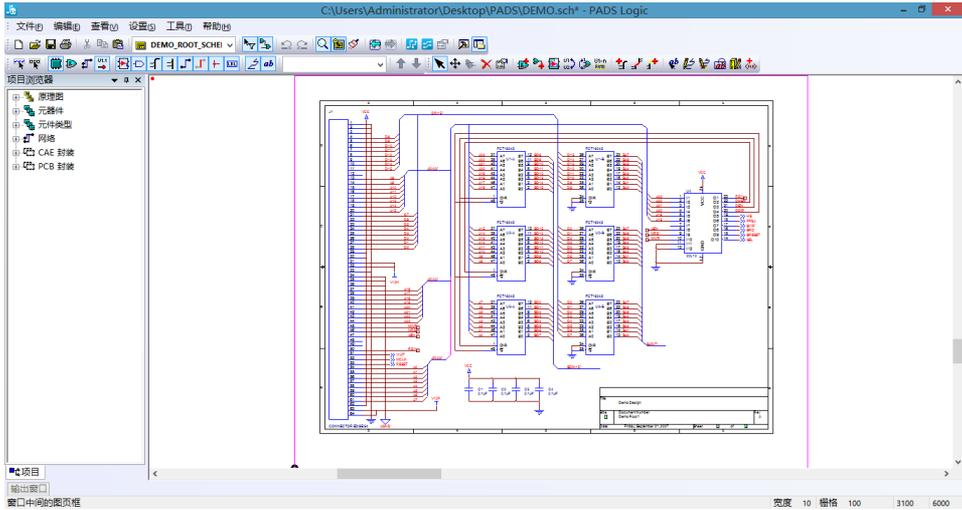
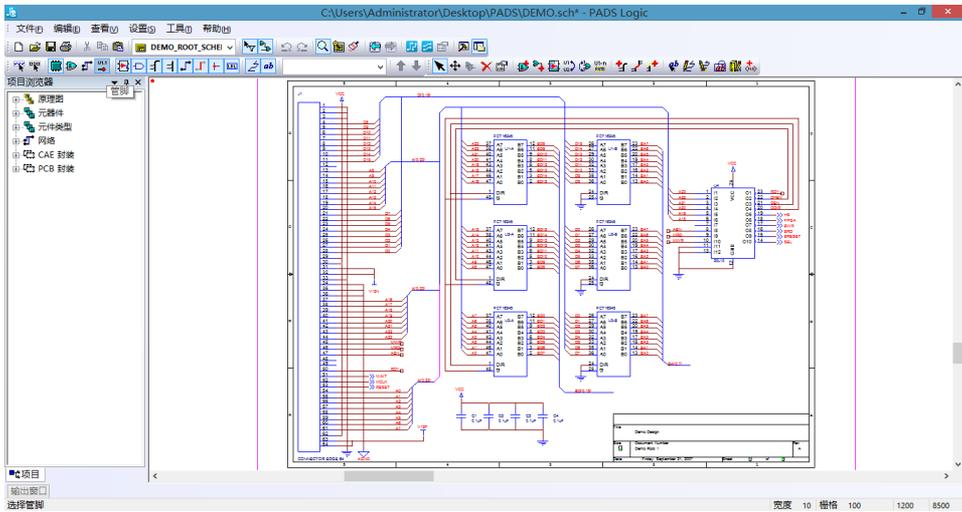

图 2-29 显示整个原理图
图 2-30 显示整个原理图图纸区域
(2) 执行“查看”“图页”命令，可以显示视图为整个原理图。图 2-29 所示即为执行该命令后所显示的整个原理图。也可以直接在工具栏中单击图标来执行该命令。
(3) 执行“查看”“全局显示”命令，可以显示视图为原理图图纸区域。图 2-30 所示即为执行该命令后所显示的整个原理图图纸区域。读者可以看出图 2-30 和图 2-29 之间的区别。